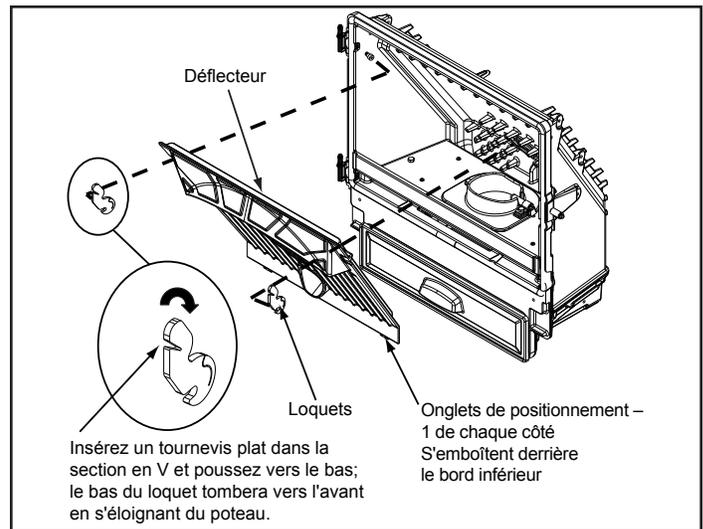

Figure 21.2
4. Retirez le déflecteur en plaçant un tournevis plat dans la fente des loquets se trouvant dans les coins supérieurs et en les faisant tourner vers le bas. Le bas du loquet tombera vers l'avant, s'éloignant du poteau. Soulevez le déflecteur, puis tirez-le vers vous (**Figure 21.2**).